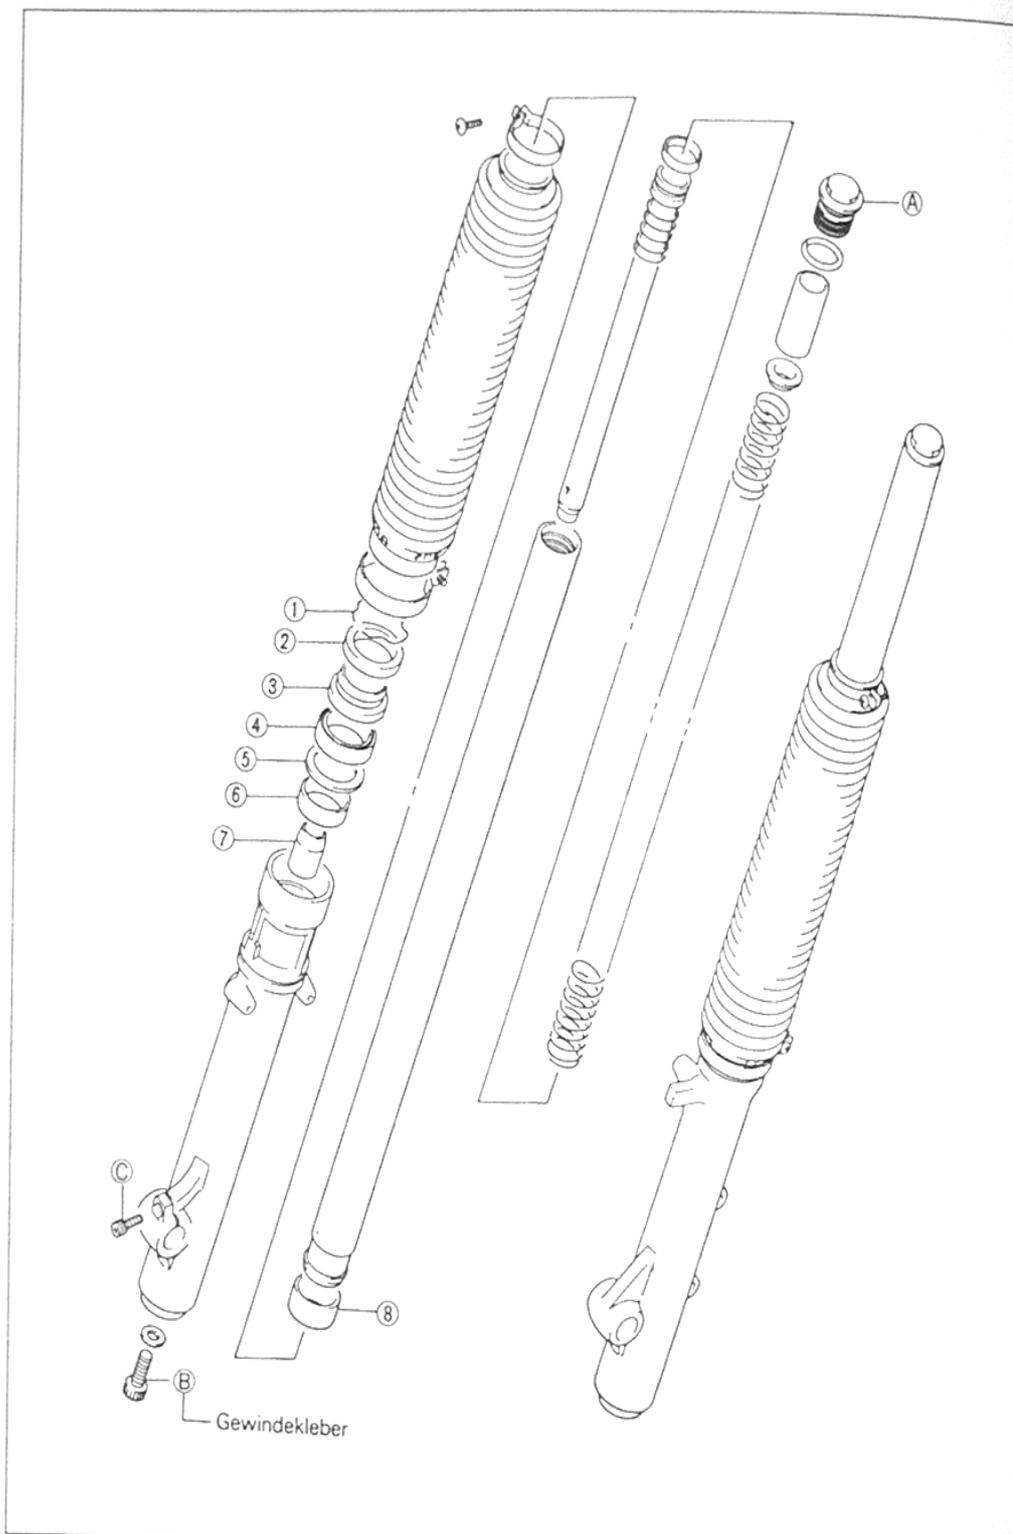

Bild 194
Teleskopgabel / Bild 194
- Dämpferstange mit Feder Bild 194 von oben durch Standrohr durchstecken und Öldichtstück ⑦ auf Ende der Dämpferstange aufsetzen.
- Untere Gabelverschluss-Schraube -B- Bild 194 mit flüssiger Schraubensicherung versehen und Kupferdichtring eindrehen (34 – 46 Nm). Falls sich Dämpferkolbenstange mitdreht, mit Suzuki-Spezialwerkzeug 09940-34592 und langer Verlängerung gegenhalten, oder Gabelfeder mit Distanzstück und Gabelverschluss-Schraube provisorisch montieren.